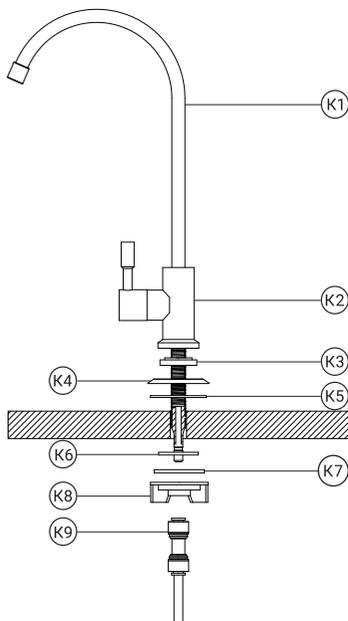

Рис. 18
2. Удалите транспортную заглушку и произведите монтаж крана (рис. 18) в следующей последовательности:
5. Фитинг 1/4" вместе с установленной в него трубкой подключите к штоку крана чистой воды (см. раздел «Присоединение трубок» (стр. 14), рис. 18).